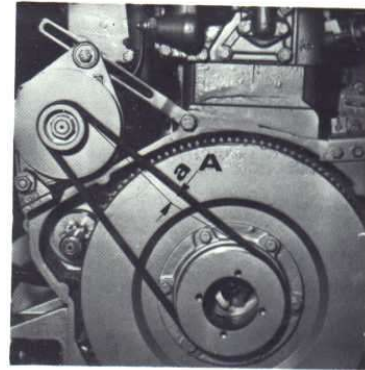

fig.14
- Appuyer sur la courroie en A [fig. 14] et contrôler  $a = 12$  mm.